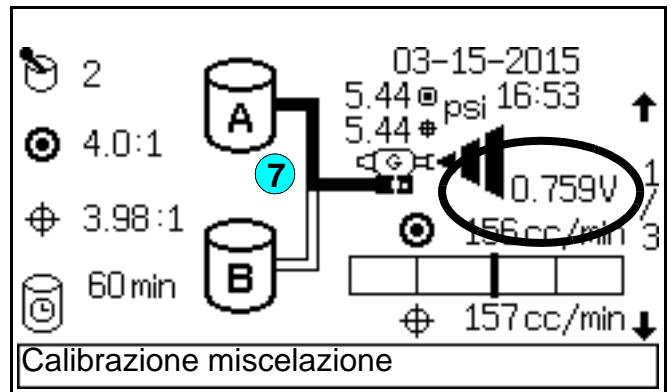

FIG. 98 Schermata di stato
5. Ritornare alla **Schermata di stato** (vedere FIG. 98). La barra di stato nella parte inferiore della schermata indicherà che è in corso la calibrazione della miscelazione.
7. Nella **Schermata di stato** (vedere FIG. 98), la tensione inizia a 0 e aumenta gradualmente fino a 3,3 V. Anche la portata inizierà ad aumentare durante la calibrazione, ma tale tendenza potrebbe non essere visibile in questi aumenti iniziali della tensione.